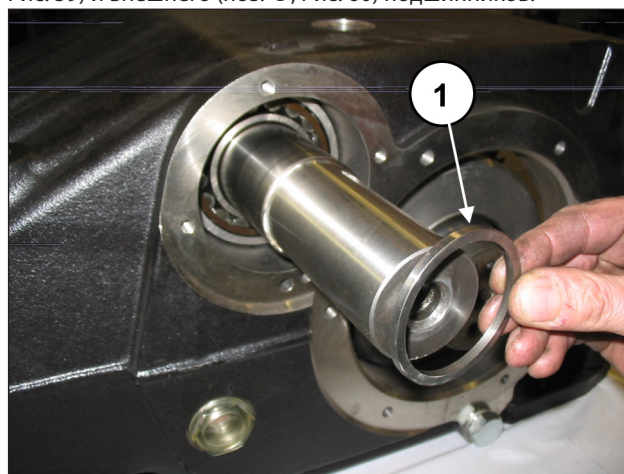
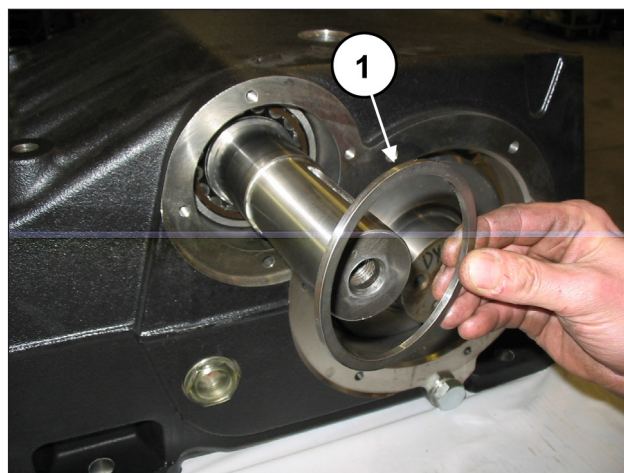

Рис. 59
Рис. 60
С обеих сторон вставьте распорки внутреннего (поз. ①, Рис. 59) и внешнего (поз. ①, Рис. 60) подшипников.